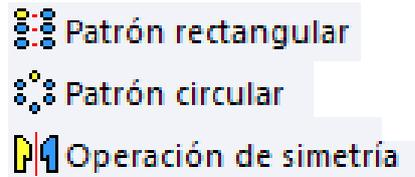

Figura 44. Herramientas de réplica.
4.10. Herramientas de réplica: son las que permiten replicar operaciones o sólidos completos. Éstas se muestran en la figura 44.